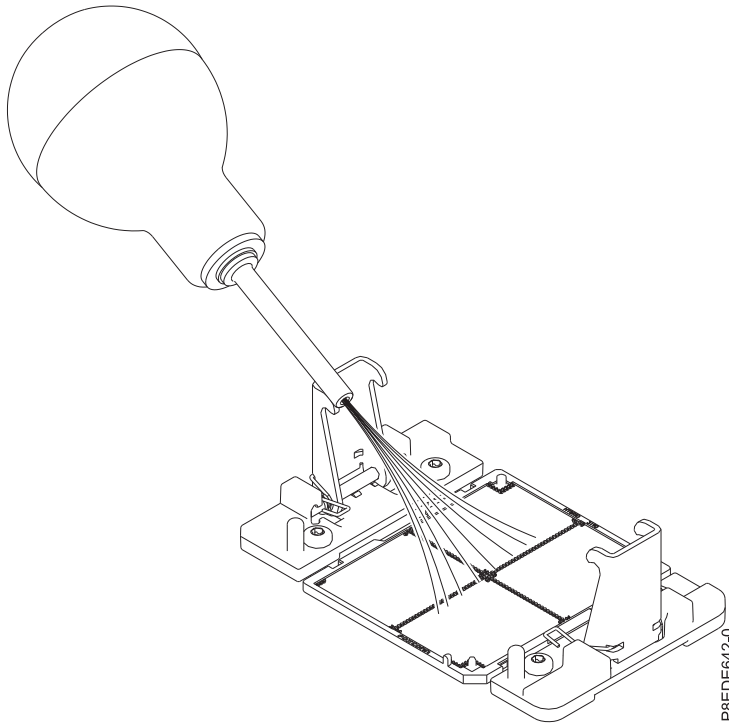

Abbildung 36. Staub und Fremdkörper vom Systemprozessorsocket entfernen
- a. Sollten am Systemprozessorsocket Staub oder Fremdkörper vorhanden sein, reinigen Sie das Socket mithilfe der im Lieferumfang enthaltenen Luftpumpe (Teilenummer 45D2645). Arbeiten Sie dabei mit kurzen Luftstößen von der Mitte des Sockets hin zu den Seiten, siehe Abb. 36 auf Seite 36.